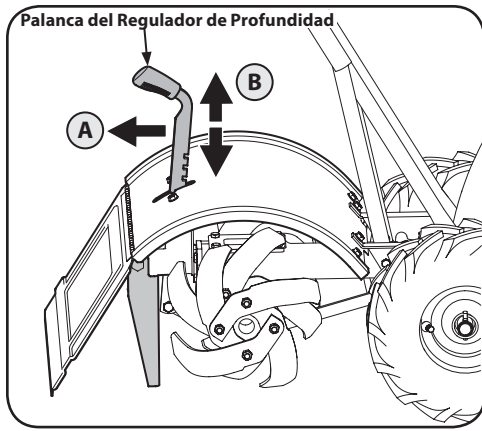

Figura 4-2
Mueva la palanca del regulador de profundidad totalmente hacia abajo a la posición "de desplazamiento", de modo que los dientes estén separados del suelo. Para cambiar el ajuste de profundidad, tire hacia atrás la palanca del regulador de profundidad (A) y coloque hacia arriba o hacia abajo (B), luego libere la palanca (C) para asegurar en la posición deseada. Vea la Figura 4-2 en la próxima página.